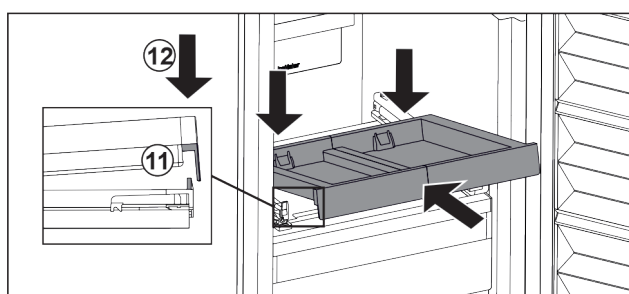

Fig. 84
- ▶ Skub skråt ind. Vær opmærksom på, at anslagets to sidder er bag lasken. Fig. 84 (11)
- ▶ Sæt udtrækshylden ned foran. Fig. 84 (12)